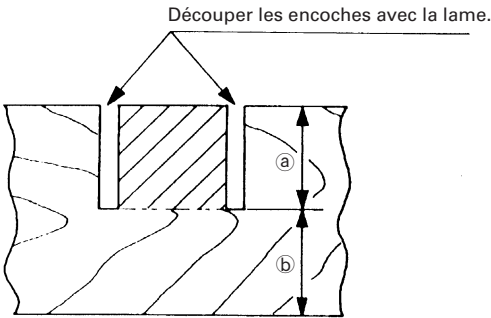

Fig. 47
Les encoches dans les pièces se découpent comme indiqué à la Fig. 47 en réglant le boulon de réglage de la profondeur de 8mm.
- (1) Desserrer l’écrou à oreilles de 8mm et tourner le boulon de réglage de la profondeur de 8mm à la main.
- (2) Régler la profondeur de coupe voulue en réglant la distance entre la lame et la surface du socle (voir ① à la Fig. 47).
- (3) Quand le réglage est terminé, bien resserrer l’écrou à oreilles de 8mm.